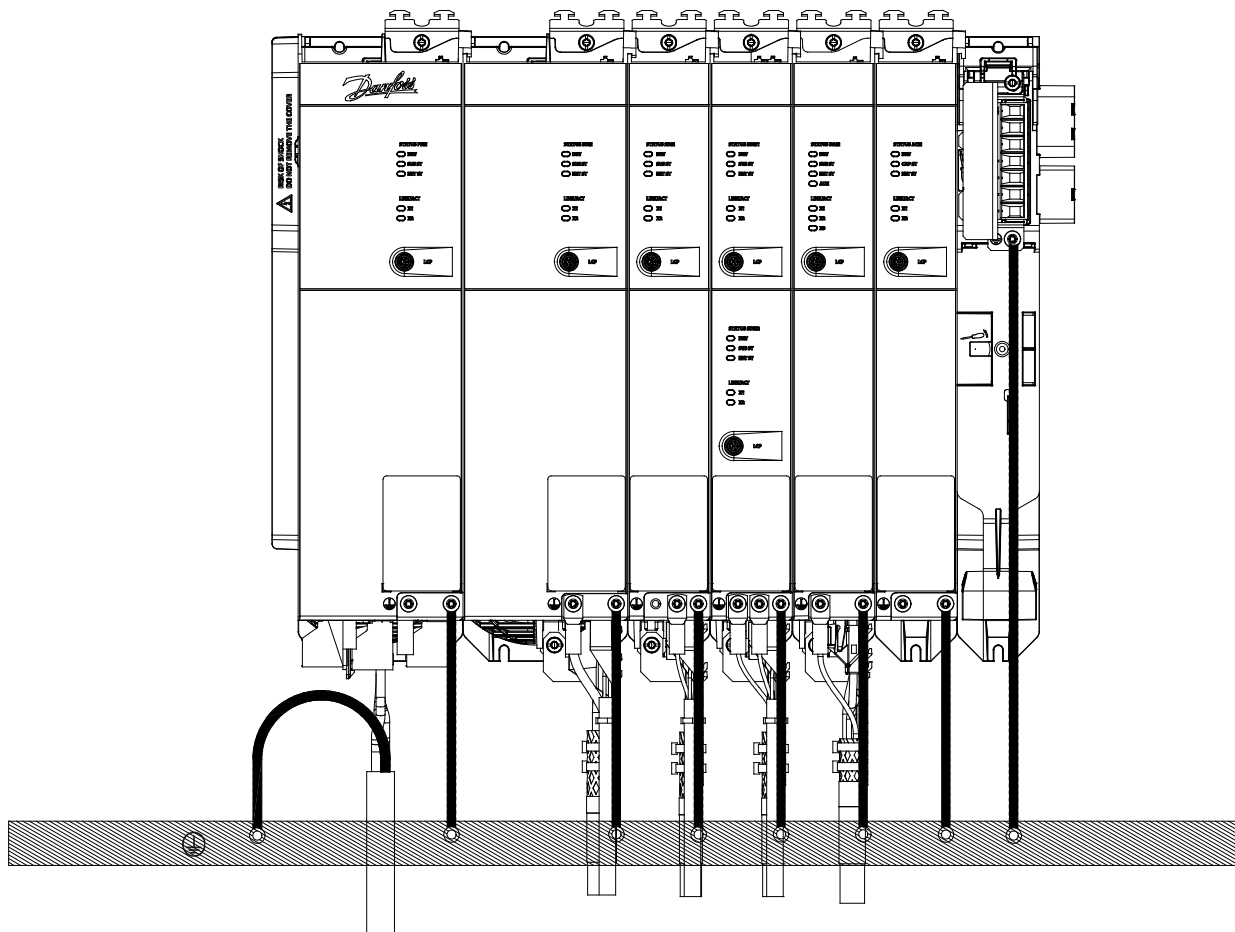

Abbildung 35: Erdung für die elektrische Sicherheit
- Erden Sie die MSD 510-Systemkomponenten nicht im Daisy-Chain-Format. Wenden Sie die in Abbildung 35 beschriebene Erdungsmethode an.